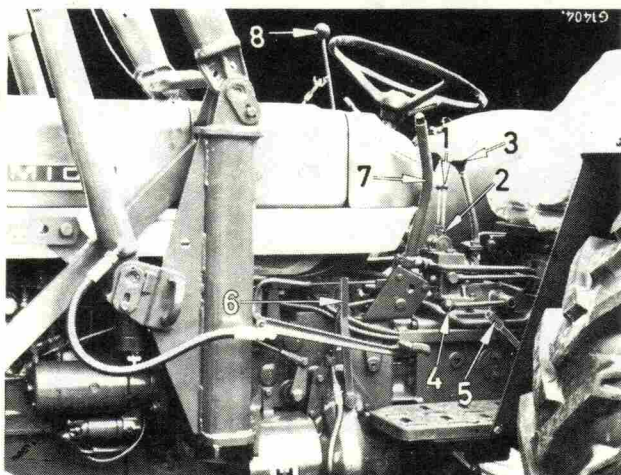
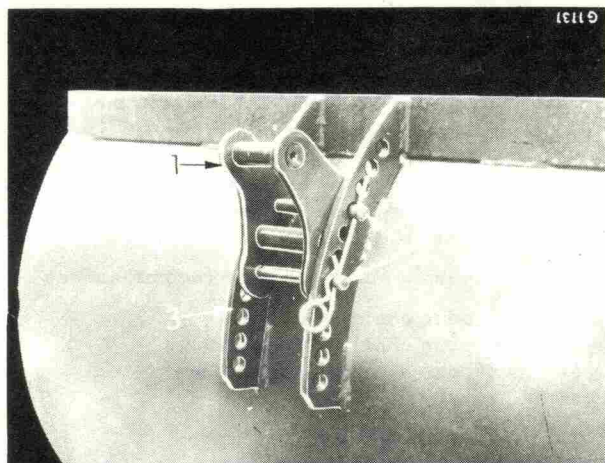

Fig. 34
Fig. 36
Lorsqu'un accessoire n'est pas utilisé, immobilisez le levier de commande de sa valve auxiliaire en plaçant la bague d'arrêt (2, Fig. 34) dans son logement. Ceci verrouille la valve de commande et empêche le fonctionnement involontaire de l'accessoire.
Tirez le levier (8, Fig. 34) vers l'arrière pour déverser la charge. L'équipement reprendra automatiquement sa position de travail dès que le levier (8) est relâché ou lorsque le bâti du chargeur est abaissé jusqu'au sol.
L'angle d'attaque de l'équipement du chargeur peut être réglé en déplaçant le support de verrouillage (1, Fig. 36) sur le secteur (3). Pour lever le chargeur, tirez le levier de commande de valve auxiliaire (1, Fig. 34) à fond vers l'arrière; pour abaisser le chargeur, poussez le levier vers l'avant (position flottante).